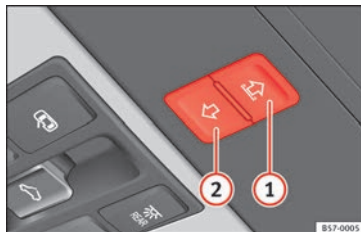

Fig. 133 Nel rivestimento interno del tetto: tasti della tendina parasole.
I tasti » **fig. 133 1 e 2** presentano due livelli. Nel primo livello è possibile aprire o chiudere la tendina parasole, completamente o parzialmente.
- *Tendina parasole:* prima che siano trascorsi 5 secondi dall'attivazione della pilotaggio, premere il tasto » » **fig. 133** ② finché la tendina non si sarà chiusa completamente.